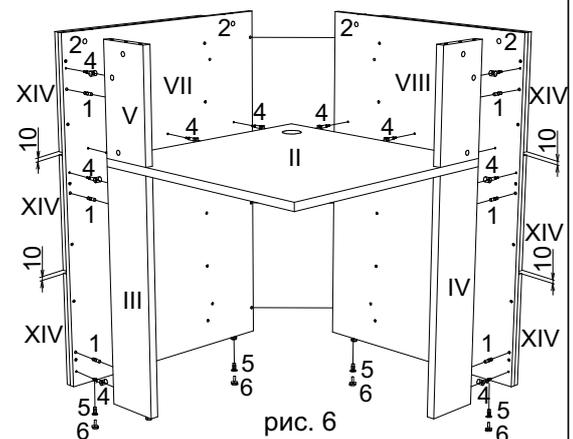

рис. 6
В нижние торцевые отверстия левой (VII) и правой (VIII) передних панелей вбить крепежи для опоры (5) и вкрутить опоры (6), вставить шканты (1), вкрутить дюбеля эксцентриков (4) и вставить эксцентрик (3) стрелкой в направлении отверстия в торце. Саморезами 3,5x20 (7) прикрепить к передним панелям (VII, VIII) накладку (XIV). Прикрепить передние панели с накладками с столешнице (II), опорам (III, IV) и стойкам (V, VI), поворачивая эксцентрики по часовой стрелке (между собой левая и правая передние панели скрепляются при помощи конфирматов 7x50 (13)) (рис. 6).